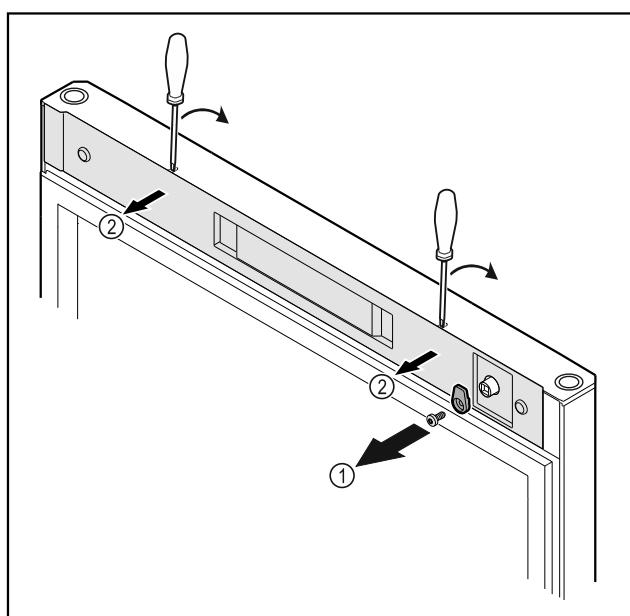

Fig. 20
► Відкрутити запірний гачок Fig. 20 (1).
► За допомогою малої викрутки зніміть з фіксатора кришку Fig. 20 (2) і видаліть.